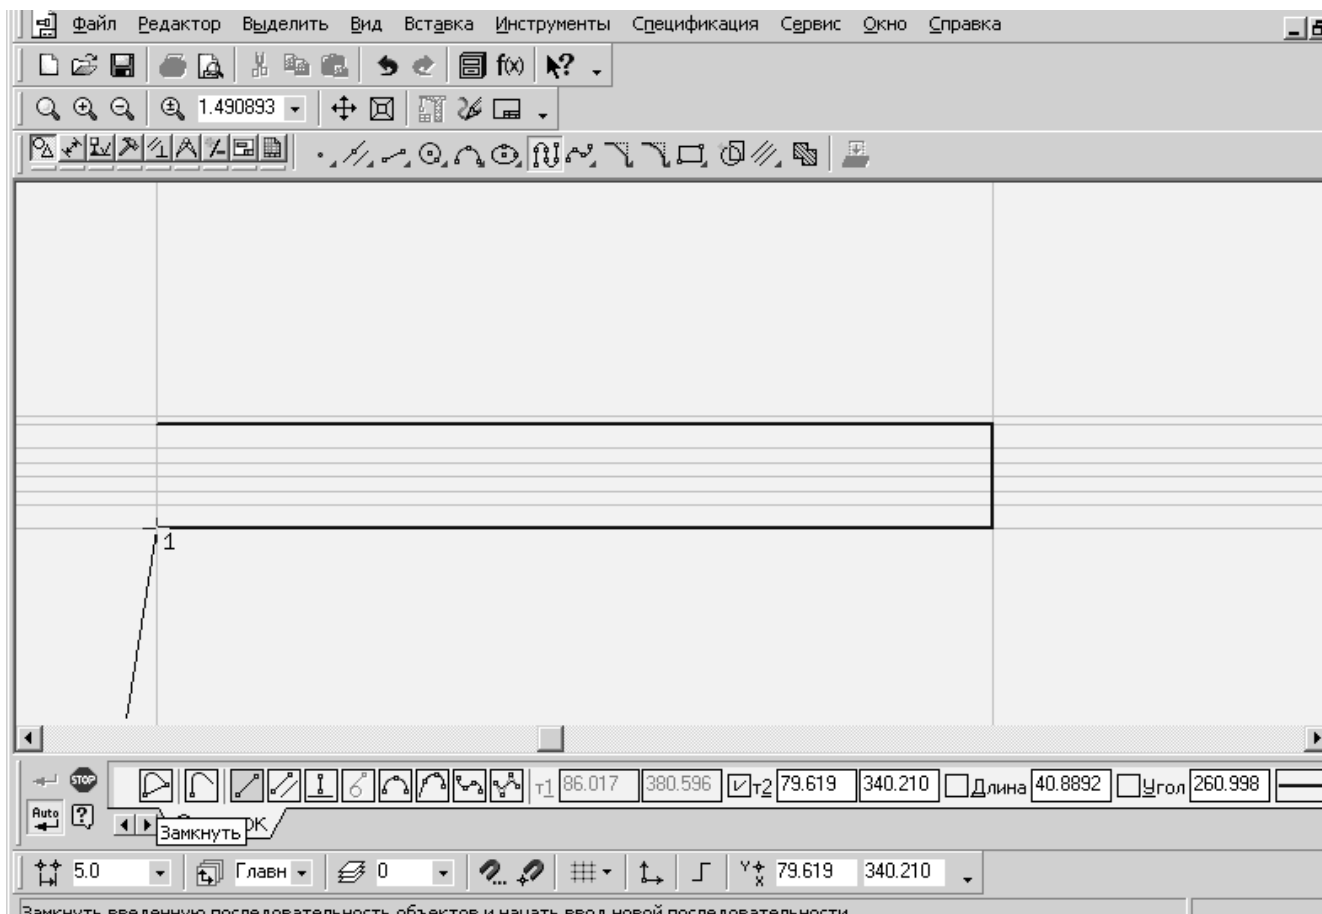

Рис.29.
7. Очертить контур вида. По команде **Компактная панель⇒Геометрия⇒Непрерывный ввод объектов** указать последовательно начальную точку и 2 точки перегиба, как на рис.29. Если привязки настроены в соответствии с разделом 2.3.1., при наведении на пересечение будет появляться название привязки. Использовать при этом привязку **Пересечение**. В **Панели свойств** указать пиктограмму замыкания ломаной (см. рис.29). Получился прямоугольный замкнутый контур.